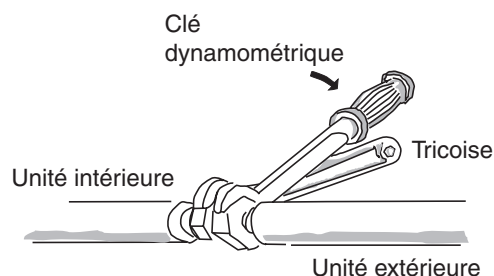

Fig. 6-6
- (1) Raccordez solidement le tube frigorigique de l'unité intérieure partant du mur avec le tube de l'unité extérieure.
- (2) Serrez les écrous évasés en vous conformant aux couples indiqués dans le tableau ci-contre :
- Lorsque vous retirez les écrous évasés des connexions de tube ou que vous les serrez après avoir raccordé les tubes, utilisez 2 clés de serrurier ou tricoises comme illustré. (Fig. 6-6)